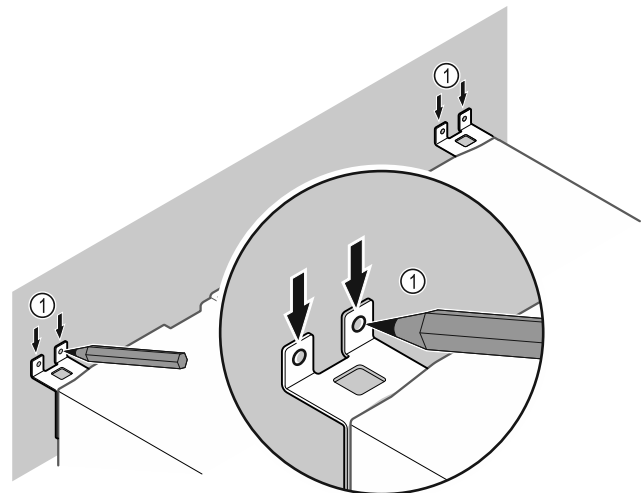

Fig. 11
- Urobte na stene značky Fig. 11 (1).